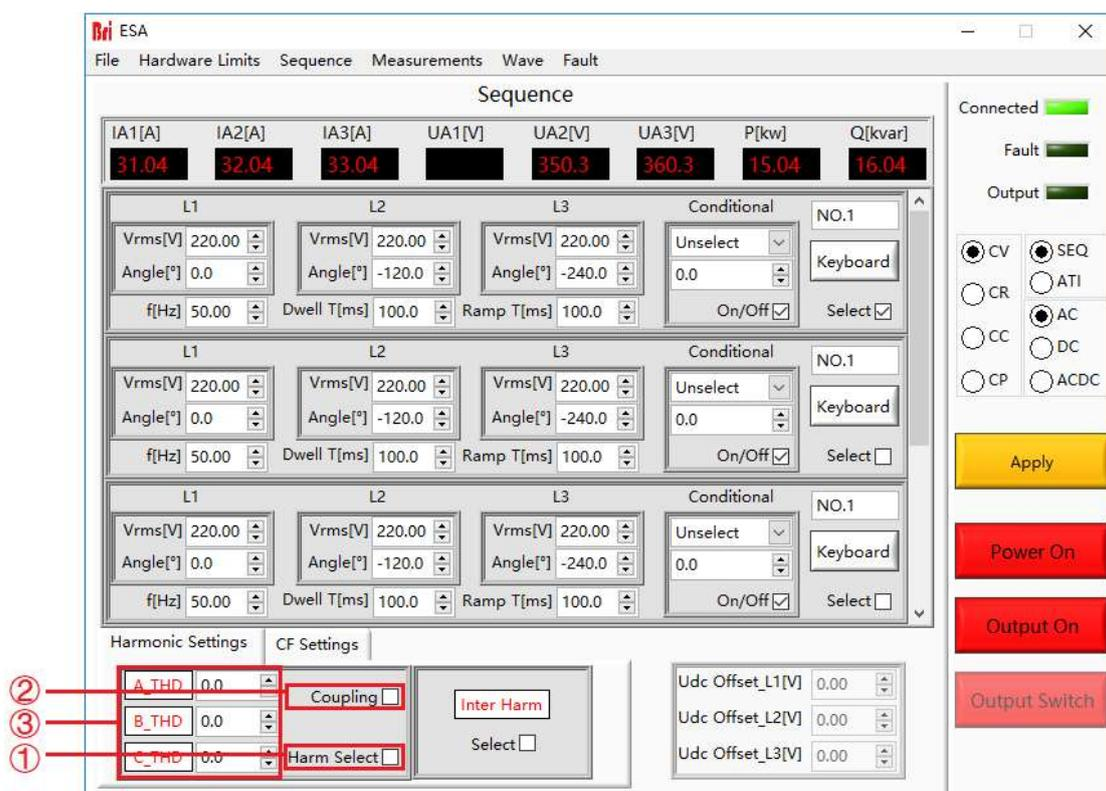

图 5-15 谐波编辑-1
测试步骤： 点击“Sequence”进入序列模式测试界面，首先设置基本运行参数（如输出电压，频率等）。依次点击“Apply”→“Power On”→“Output On”，设备开始运行。勾选谐波选择框（图 5-15①），点击左侧的 A/B/C 相谐波模拟按钮（图 5-15③），自动弹出各次谐波设置界面，用户可在此界面设置谐波角度、含量等参数，参数设置完成后勾选对应框，依次点击“Settings”→“Apply”。
若需取消谐波模拟，点击页面下方的 A/B/C 相谐波模拟按钮（图 5-15③），在弹出的界面点击“Clear”清除所有参数，然后依次点击“Settings”→“Apply”，最后取消谐波选择框的勾选即可。